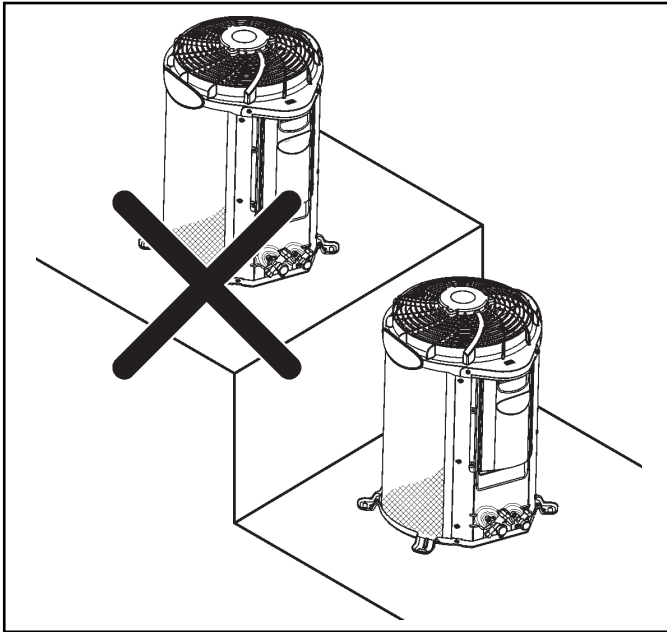

FIGURA 5 - EVITAR INSTALAÇÃO EM DEGRAUS
- Recomenda-se **não** instalar a unidade condensadora 38K em degraus, para evitar que uma das unidades aspire o ar aquecido proveniente da outra (figura 5).